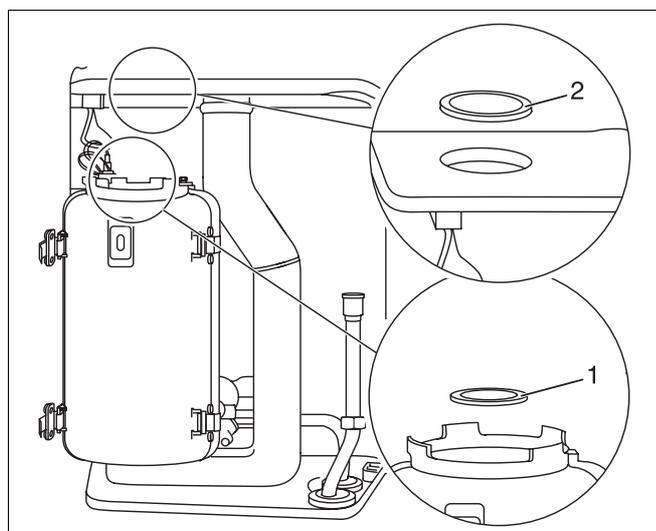

Fig. 36 Togliere la guarnizione del bruciatore e la guarnizione in gomma
- Rimuovere la guarnizione del bruciatore (fig. 36, pos. 1).
- Premere la guarnizione di gomma posta nella camera di combustione estraendola dall'interno verso l'alto (fig. 36, pos. 2).
- Togliere la guarnizione in gomma nella camera di combustione in alto (fig. 36, pos. 2).